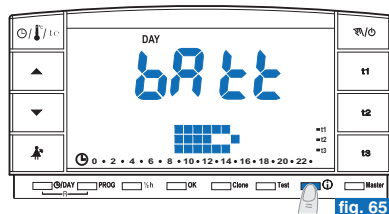
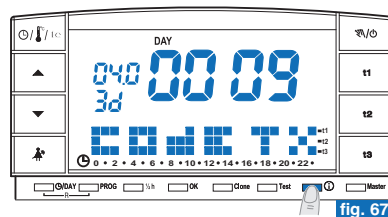

fig. 65
fig. 67
• Sur la page-vidéo précédente, appuyer une autre fois sur la touche  : le niveau de charge des piles s'affichera sur l'écran (exemple sur la fig. 65).
- Sur la page-vidéo précédente (fig. 65) appuyer une autre fois sur la touche : le numéro de série qui est transmis par le chronothermostat à chaque fois qu'une transmission de données a lieu s'affiche sur l'écran (exemple sur la fig. 67).